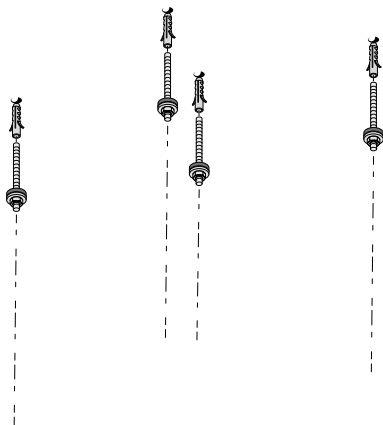

Fig. 2
2. Inserire i tasselli scelti nei fori (fig. 2).